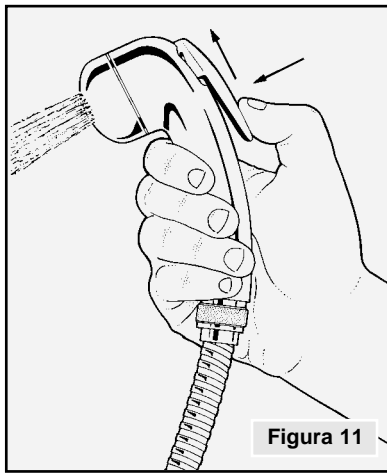

Figura 11
- 2 - Pressione a extremidade inferior da alavanca do chuveirinho e empurre-a para cima para que a água saia por ele (Figura 11).